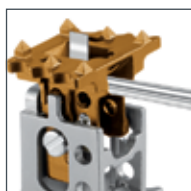

Abb. 42
**REF 58.82.07** Anfrischinstrument⑦
**REF 58.81.94** Griff mit AO-Kupplung⑨
Das Anfrischinstrument⑦ kommt zur Anwendung bei dem Implantat mit der Artikelnummer **REF 58.81.60S**. (siehe Abb. 42)